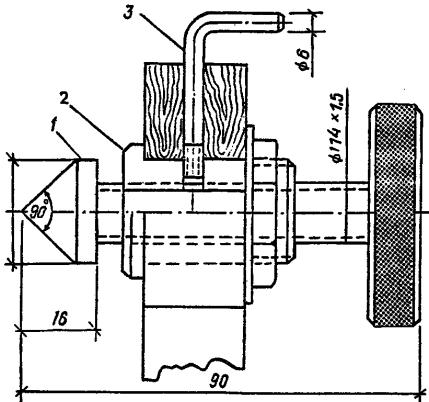

Рис.3
Конструкция стойки задней бабки (рис.3) аналогична конструкции стойки передней бабки. Центр (1) желательно изготавливать из стали У8 и закалить (твёрдость конуса 60-55 ед. по Роквеллу, резьбовой части 40 - 45 ед.).